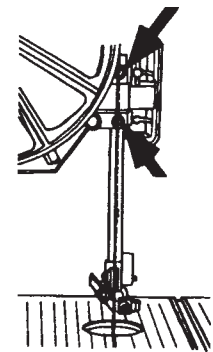

Fig. C-8
- upper blade guide post-Fig. C-8